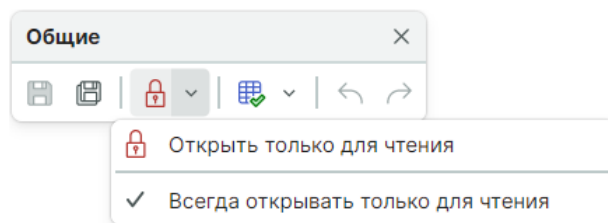

Рис. 76 Переход в режим «Только для чтения»
2. При явном указании режима «Только для чтения» с помощью команд «Открыть только для чтения» или «Всегда открывать только для чтения» панели «Общие», см. Рис. 76.